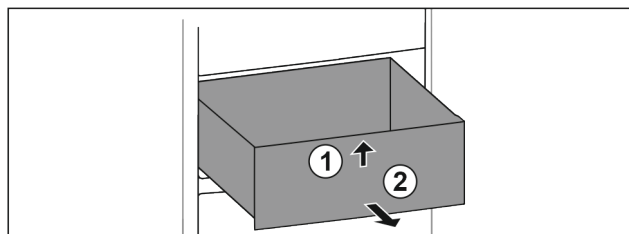

Fig. 68
- ▶ Podignite ladicu srijeda. Fig. 68 (1)
- ▶ Izvadite ladicu prema naprijed. Fig. 68 (2)